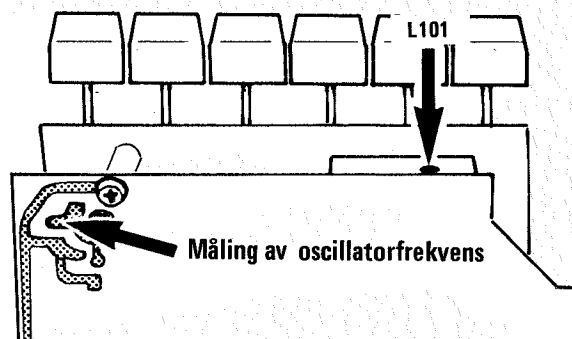

Fig. 5. Måling av oscillatorfrekvens
- En frekvensteller tilkoples mellom jord og anvist punkt på fig. 5.
- Justér L101 til telleren viser 27 kHz (fig. 5).